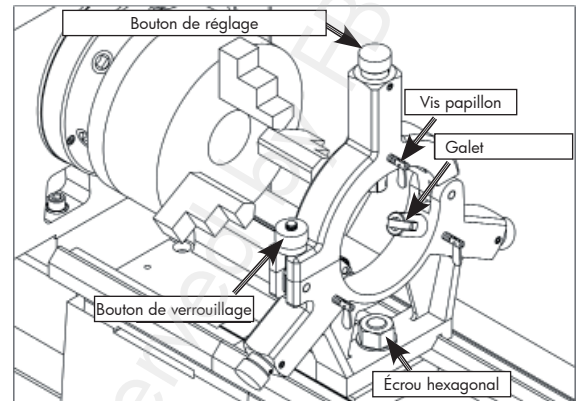

Fig. 37 Composants de la lunette fixe
3. Placez la lunette au meilleur endroit pour soutenir la pièce à usiner, puis serrez l'écrou hexagonal illustré sur la figure 37 pour fixer la lunette.